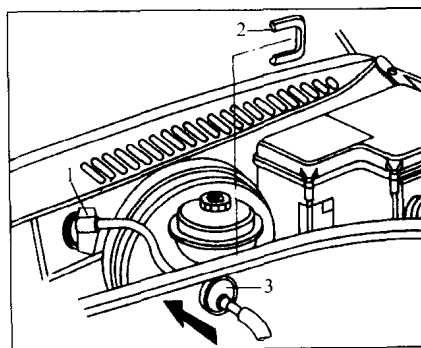

图 1-27 将节气门拉索
1) 如图 1-27 所示，将带支座 3 的节气门拉索和拉索定位件 1 穿过箭头所示的隔板。